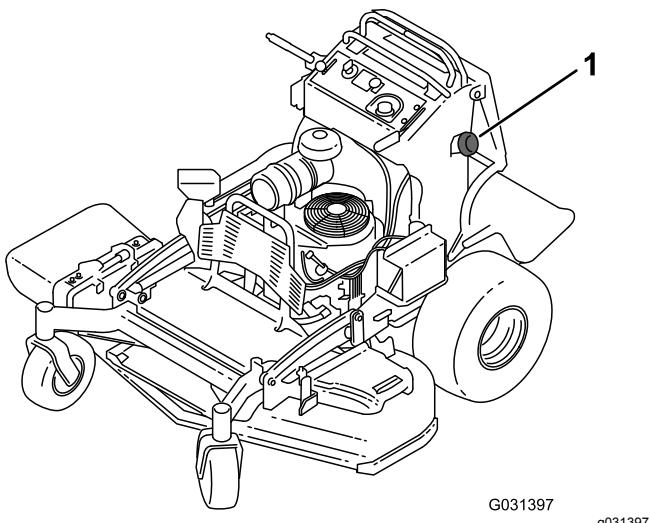

Figura 45
3. Limpie alrededor del tapón del depósito de combustible para evitar que entre suciedad en el depósito (Figura 45).
6. Usando la bomba tipo sifón, vacíe el combustible en un recipiente de combustible limpio (Figura 45).